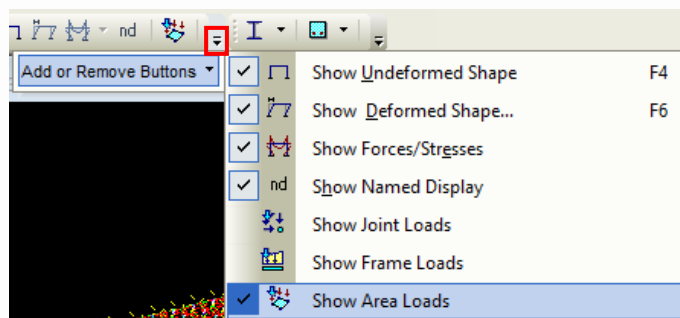
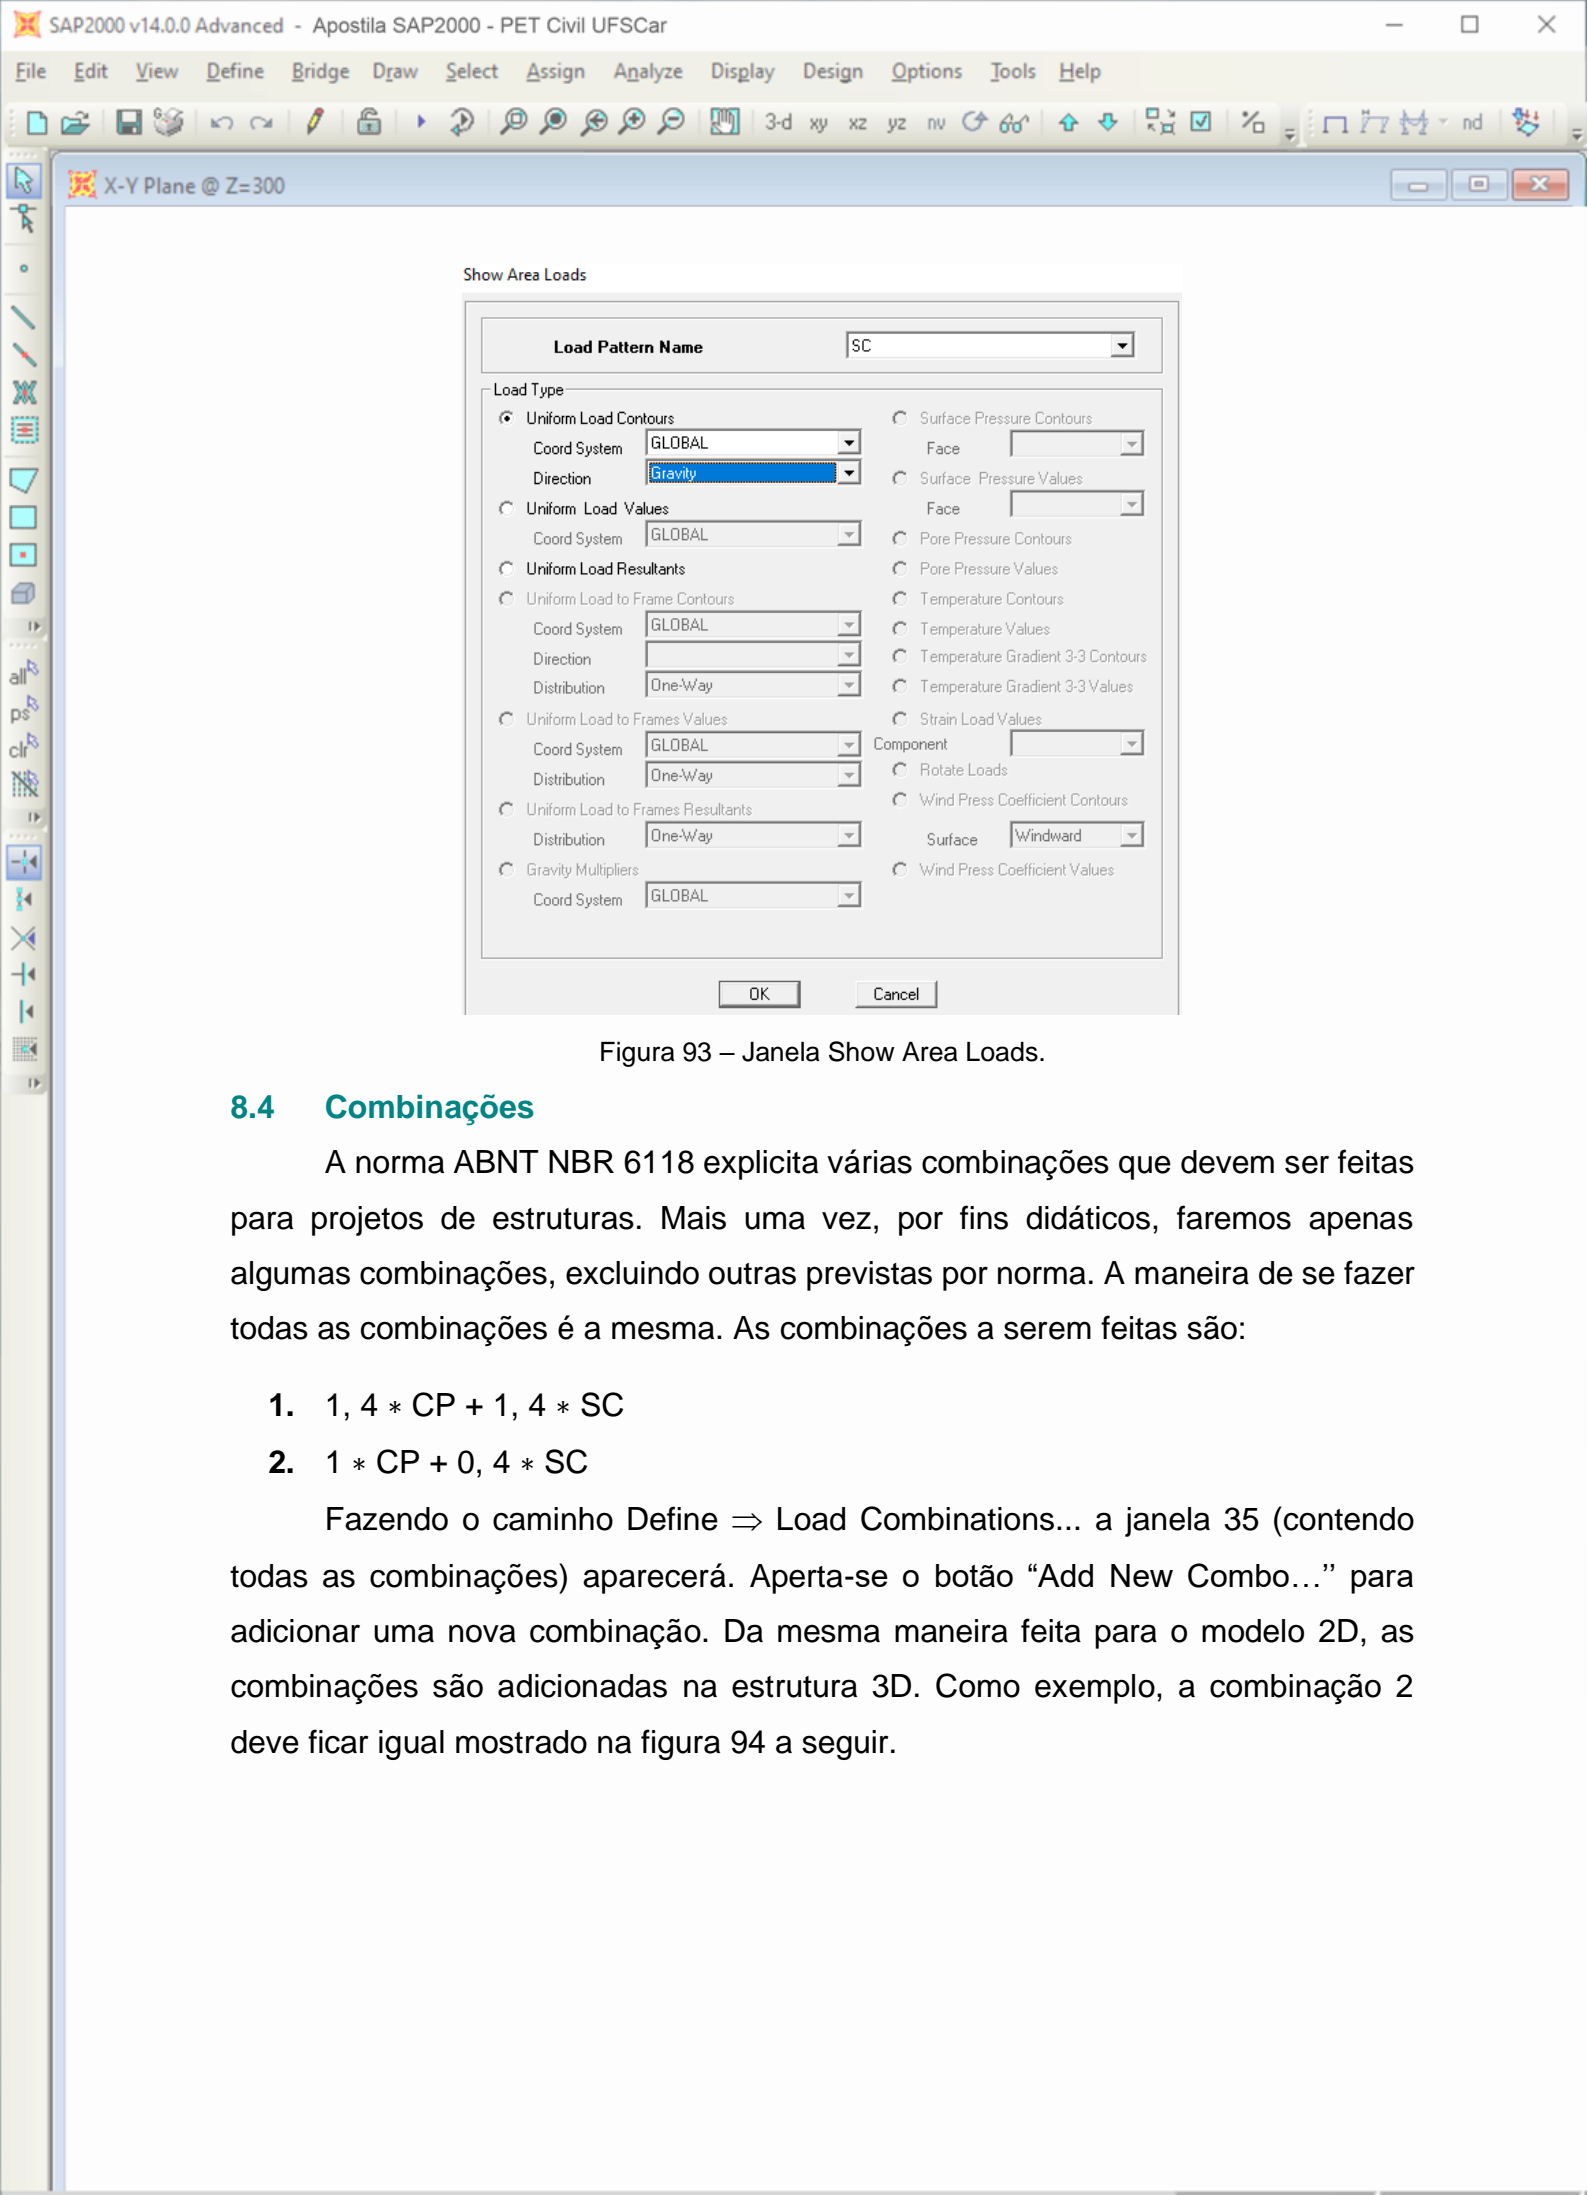

Figura 92 – Ícone Show Area Loads.
Figura 93 – Janela Show Area Loads.
- Clicar no ícone "Show Area Loads" (figura 92). Feito isso, a janela da figura 93 é aberta. Escolher a carga adicionada (nesse caso, a sobrecarga - SC), o sentido (GLOBAL) e a direção (opção "Gravity" para orientar o eixo z como positivo para baixo ou opção "Z" para orientar o eixo z como positivo para cima).